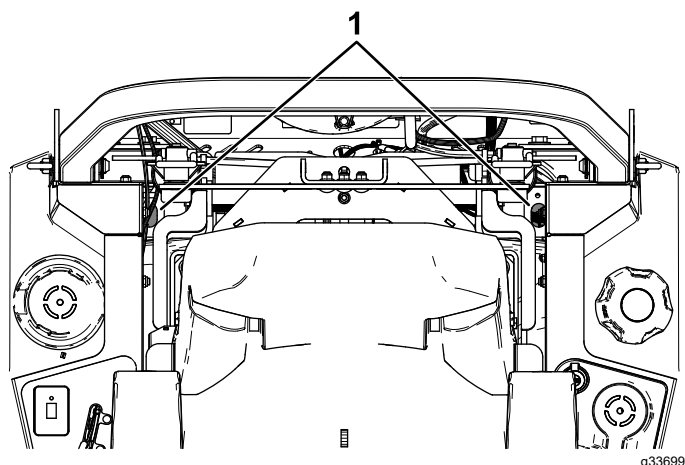

Figure 85
- **Système hydro ZT 4400 :** utilisez une rallonge et une douille de 7/16 pouce pour accéder au bouchon d'aération par le haut de la machine, en passant par les trous près des supports de l'arceau de sécurité (Figure 85).